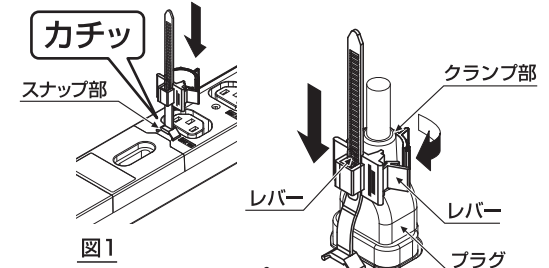

図1
- 1.差込口近傍の丸穴に、スナップ部の根元を押さえてカチッとほまるまで押し込んでください(図1)。(スナップ部の向きは、図1の通りに行なってください)